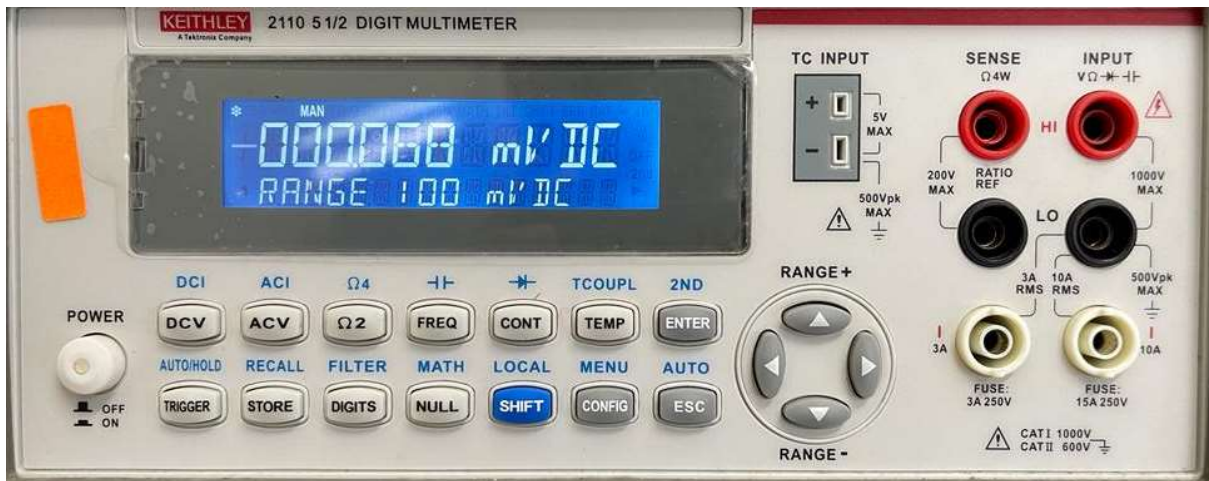

Figura 34 Multímetro (Fuente: Propia)
1. La pantalla esta dividida en dos segmentos a la hora mostrar informacion (Ver Figura 34).
2. Los indicadores se muestran a las orilla superior del la pantalla. Estos muestran las funciones siendo utilizadas por el dispositivo (Ver Figura 34).
3. El boton de *Power* funciona para encender y apagar el equipo adecuadamente (Ver Figura 34).
4. Los botones se dividen en tres categorias, los botones blancos son los funcionales, los grises son operacioneales, y el boton azul *SHIFT* es para utilizar las otras funciones (Ver Figura 34).
5. Las flechas son utilizadas para modicar el rango de medicion, al igual, para cambiar un digito a la hora de modificar los parametros. Tambien, es para desplazarse entre las opciones en el menu o en una configuracion (Ver Figura 34).
6. *TC INPUT* nos permite medir temperatura conectando un termocople (Ver Figura 34).
7. La termianales de entrada tienen diferentes configuraciones para medir (Ver Figura 34).